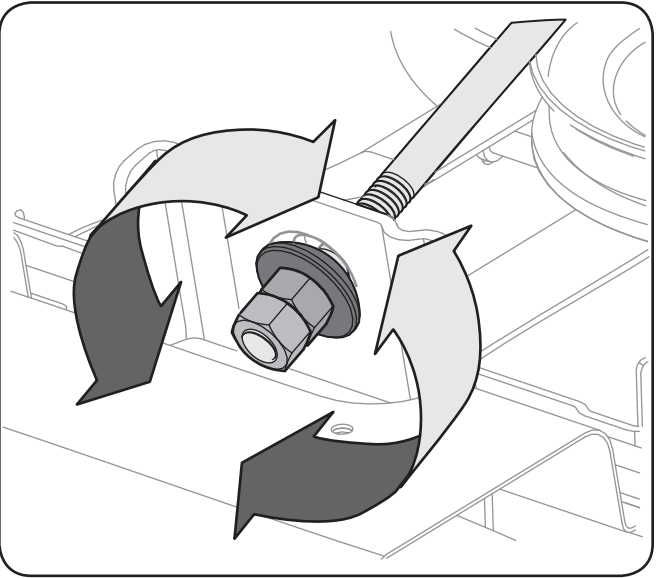

Figure 6-5
4. Pour abaisser l'avant du plateau de coupe, desserrez l'écrou extérieur, puis desserrez (filet vers l'extérieur) pour l'éloigner du support d'accrochage avant. Voir la Figure 6-5. Resserrez l'écrou extérieur quand l'ajustement voulu est obtenu.
3. Pour relever l'avant du plateau de coupe, desserrez l'écrou extérieur, puis serrez l'écrou (filet vers l'intérieur) contre le support d'accrochage avant. Voir la Figure 6-5. Resserrez l'écrou extérieur quand l'ajustement voulu est obtenu.